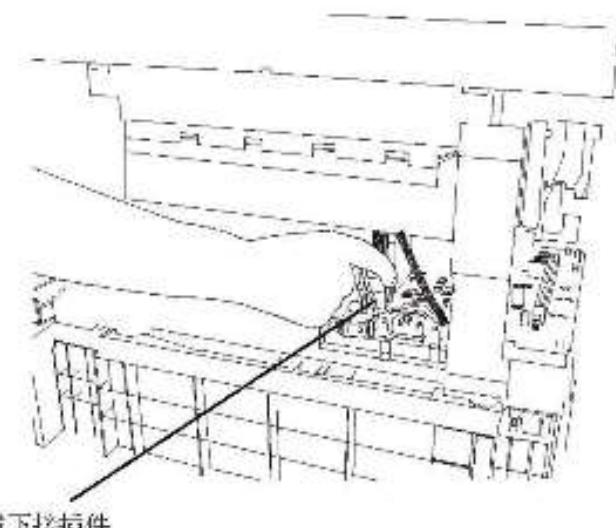

图 1 拔下接插件
- a. 拔下低压电源上前接插件(7-8), P/J202、203、204、205、206、211、212.(图 1)